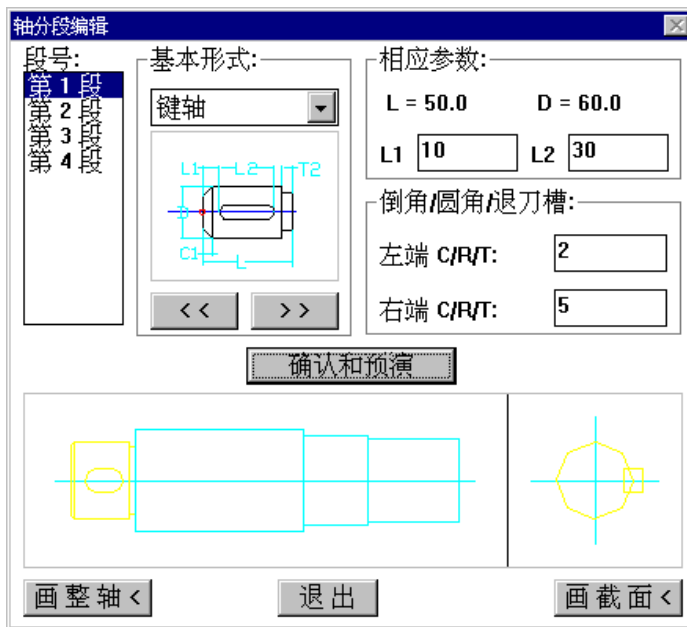

图 11-6
- d. 在“相应参数”下面的相应编辑框以及“倒角/圆角/退刀槽”中的编辑框中输入参数（见图 11-6）。
e. 点取“确认和预演”按钮，最后结果如图 11-6 所示。
(2) 编辑第二段轴